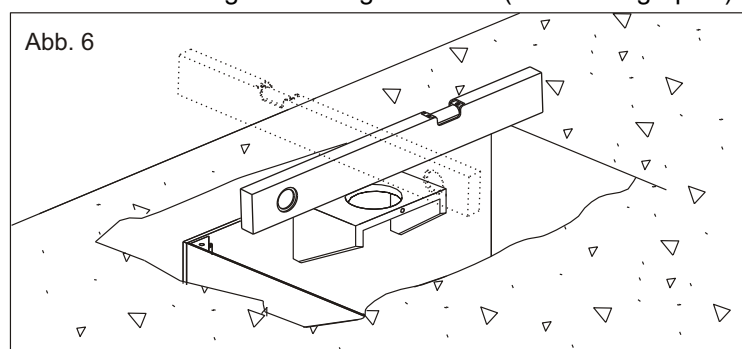
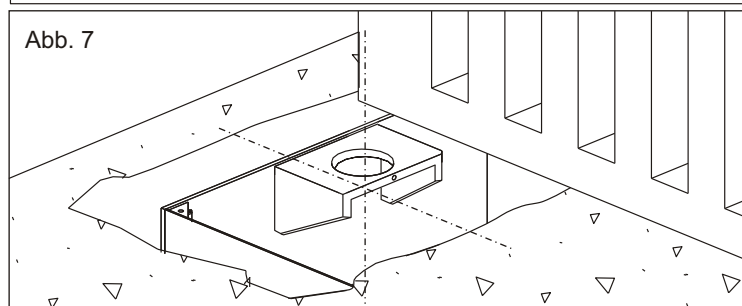

Abb. 6
Abb. 7
**2.3.** Vor dem Einzementieren des Gehäuses, mit einer Wasserwaage sicherstellen, dass es genau horizontal zum Boden (Abb. 6) und senkrecht zur Achse des Tores steht (Abb. 7). Sicherstellen, dass das obere Torscharnier mit der Achse der Gehäusewelle zusammentrifft.